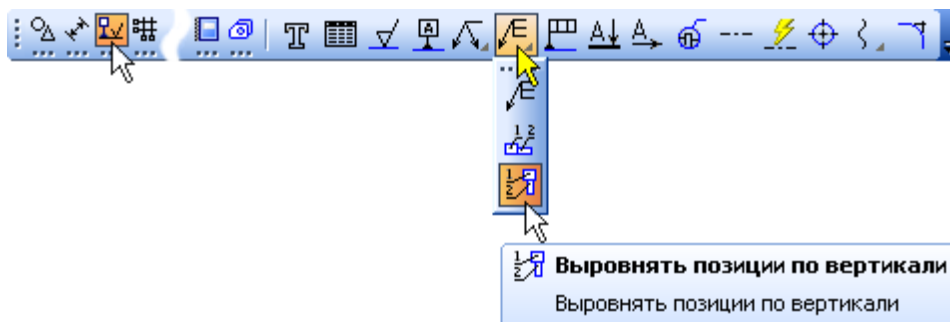

Рисунок 12
- Нажмите кнопку Выровнять позиции по вертикали на Расширенной панели команд простановки позиционных линий-выносок (рис. 12).